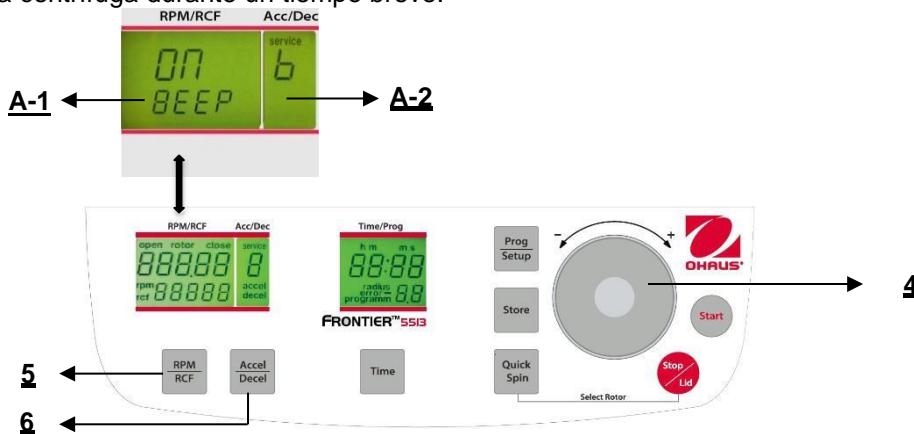

Figura. 31
Proceda como se describe en el punto 4.1.2 para ingresar en este modo de programa y luego presione el botón "Accel/Decel" (6). En la pantalla "Acc/Dec" (A-2) destella la palabra "Service". Ahora seleccione la letra "B" con el dial de ajuste (4). Como resultado, en la pantalla "RPM/RCF" (A-1) aparece la palabra "ON/BEEP". Después de presionar el botón "RPM/RCF" (5), puede encender el sonido del teclado (On) o apagarlo (Off) con el dial de ajuste (4). (Vea la Figura 31).